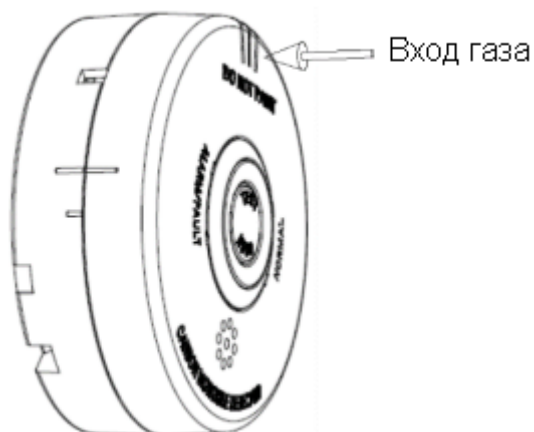

Рисунок 2.2.6.1 Место входа газа в извещатель
3. Распыляйте газ СО с концентрацией ≥ 85 ppm на извещатель во впускное отверстие для газа, как показано на рис. 2.2.6.1, до тех пор, пока извещатель не подаст сигнал тревоги.